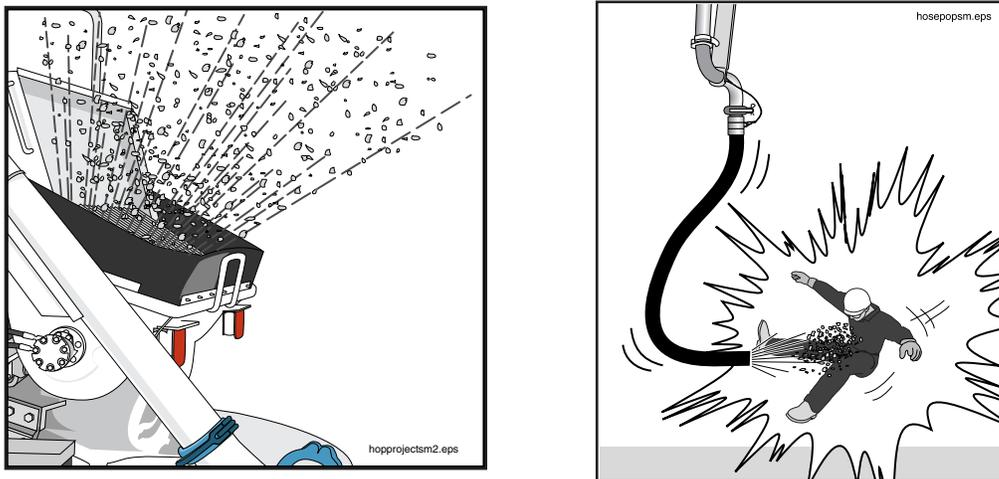

Figura 11
4.6 ⚠ ¡ADVERTENCIA! Latiguo de la manguera y otros peligros. Sin interesar qué pasó, si se succiona aire adentro de los cilindros, SE DEBE DETENER la bomba. Si no puede llamar la atención del operador, accione el interruptor de parada de emergencia. Es parte del trabajo del operador saber cómo extraer aire de manera segura de la bomba y del sistema de entrega. No vuelva a llenar la tolva a menos que el operador de la bomba le indique que lo haga. Párese alejado de la tolva y del extremo de la manguera hasta que el operador haya extraído el aire comprimido del sistema de entrega y hasta que le haya señalado que es seguro comenzar a descargar nuevamente. Consulte la Figura 11.